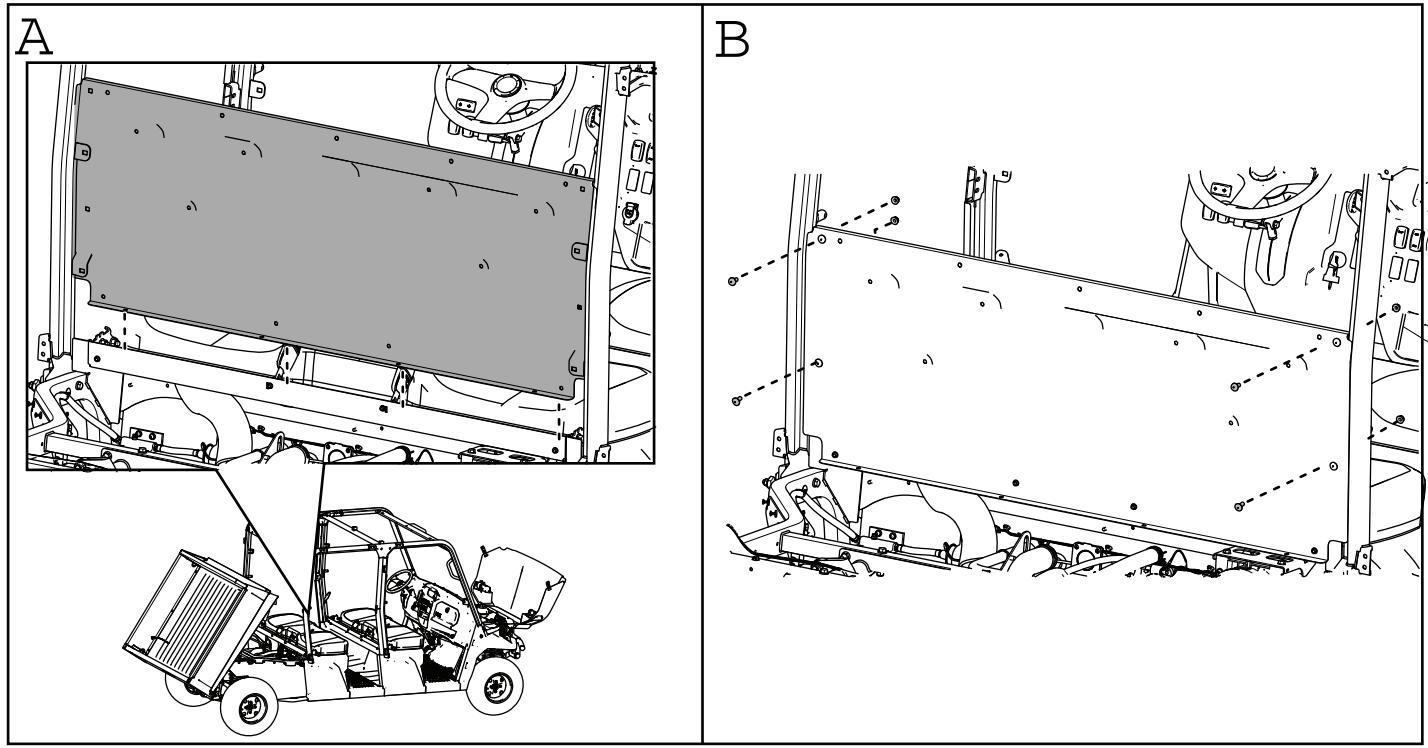

図 45
18. 後 ROPS アセンブリに、シートパネルを仮止めするキャリッジボルト $5/16 \times 3/4$ " 4 本とロックナット $5/16$ " 4 個で図 45 のように取り付ける。